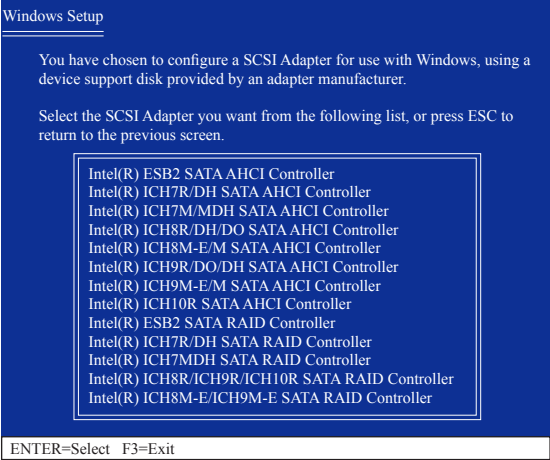

图3
若您在 BIOS 的 “SATA RAID/AHCI Mode” 选项下设定为 RAID 模式时，请利用键盘上的上下键选择 “Intel(R) ICH8R/ICH9R/ICH10R SATA RAID Controller” 。(若设为 AHCI 模式，请选择 “Intel(R) ICH10R SATA AHCI Controller” 。)接着请按 <Enter> 键 (如图3)，系统会从磁盘中下载 SATA 驱动程序。